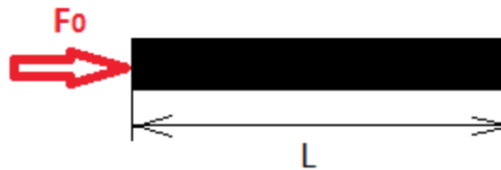

Рис. 1: Стержень нагревают с одного из торцов
1. Первым делом, необходимо проверить, как будет вести себя график при положительно заданном  $F_0$ . Физический смысл этого тестирования такой:  $F_0$  - тепловой поток, которым нагревают стержень с левого края. Если он больше 0, то температура стержня слева должна быть выше окружающей температуры  $T_0$ , и чем ближе мы приближаемся к правому краю, с которого нагрева нет (рис. 1), тем сильнее график  $T(x)$  должен приближаться к значению  $T_0$  (см. пункт 2 в Результатах работы).